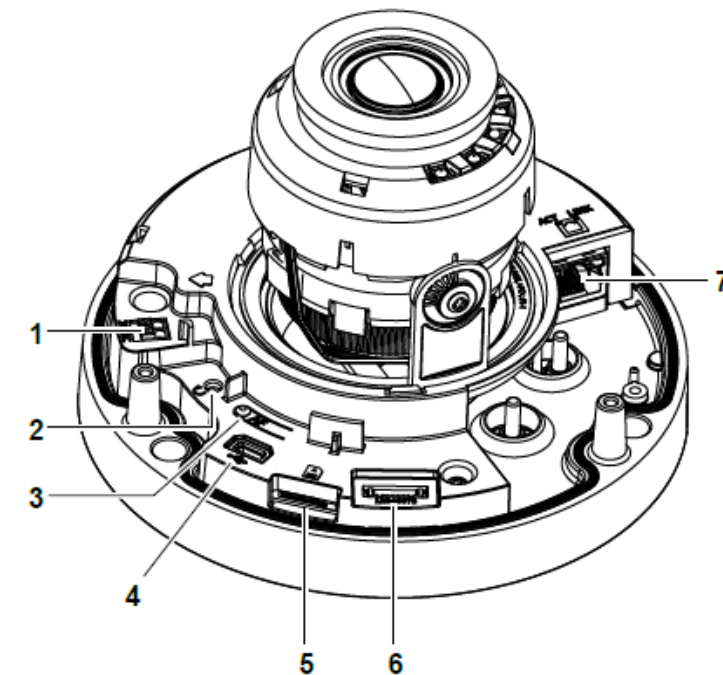
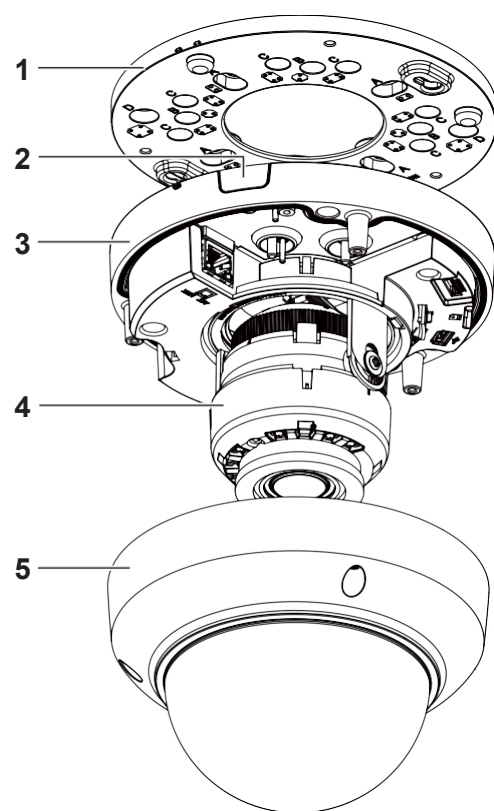

Figura 2
Figura 1
4. Desaperte os três parafusos na cúpula da câmara (5) (Figura 1) para remover a cúpula a partir da base da câmara (3) (Figura 1).
Botões e ligações da câmara: Figura 2
Peças da câmara: Figura 1
7. Antes de fixar a placa de montagem (1) (Figura 2) à base da câmara, deve colocar o cabo através da ranhura de entrada lateral do cabo na base da câmara (2) (Figura 1) **ou** através do orifício para passagem do cabo na placa de montagem da câmara.